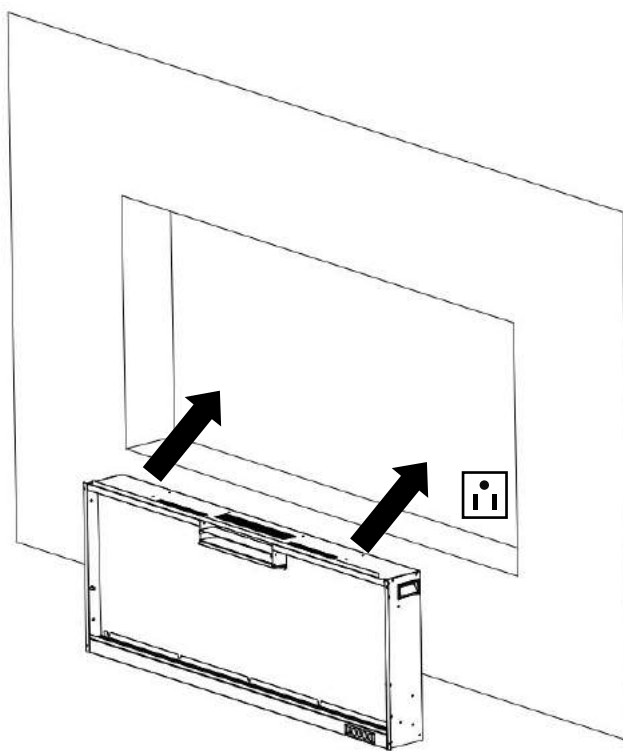
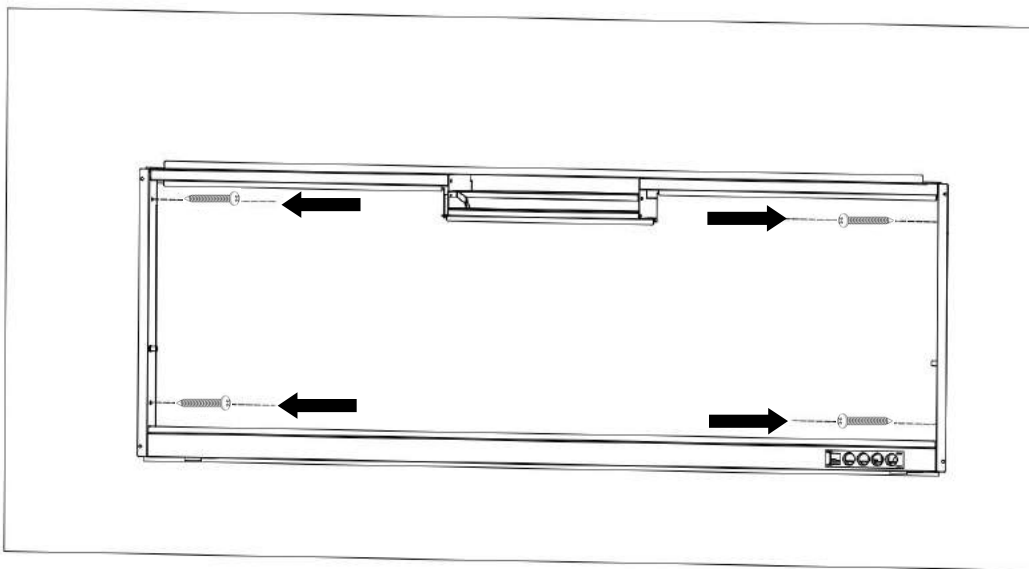

Fig. 2-3
Fig. 2-4
E. Chiedere a due persone adulte di sollevare il caminetto e di inserirlo nel telaio grezzo, quindi fissarlo installando 4 viti per legno (B) attraverso i fori (Fig. 2-3, Fig. 2-4).